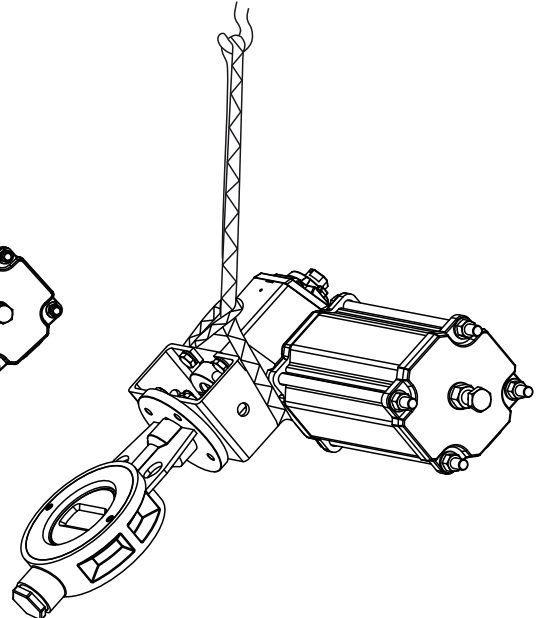

Fig. 5.1.3
3. **Ventile mit Stellantrieb vom Typ Somas A -SC/SO (einfach wirkend), alle Größen:** Zum Anheben unter dem Stellantrieb (→ Fig. 5.1.3)